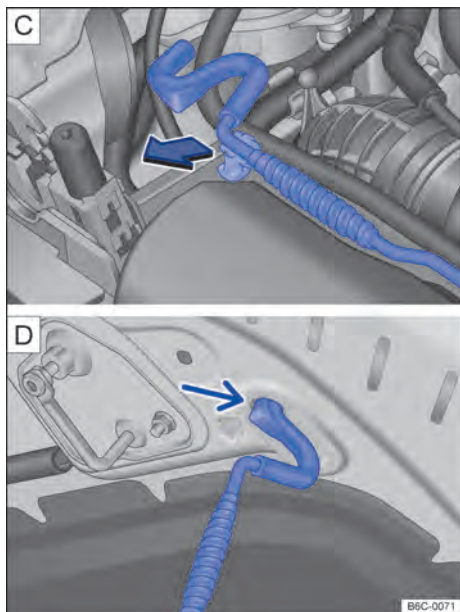

Fig. 183 [C] Haste de sustentação da tampa do compartimento do motor. [D] Tampa do compartimento do motor apoiada na haste de sustentação.
- Retirar a haste de sustentação do suporte no sentido da seta → Fig. 183 [C] e posicionar a na abertura na tampa do compartimento do motor → Fig. 183 [D].
- Retirar a haste de sustentação do furo → Fig. 183 [D] e encaixá-la no suporte do fecho → Fig. 183 [C].